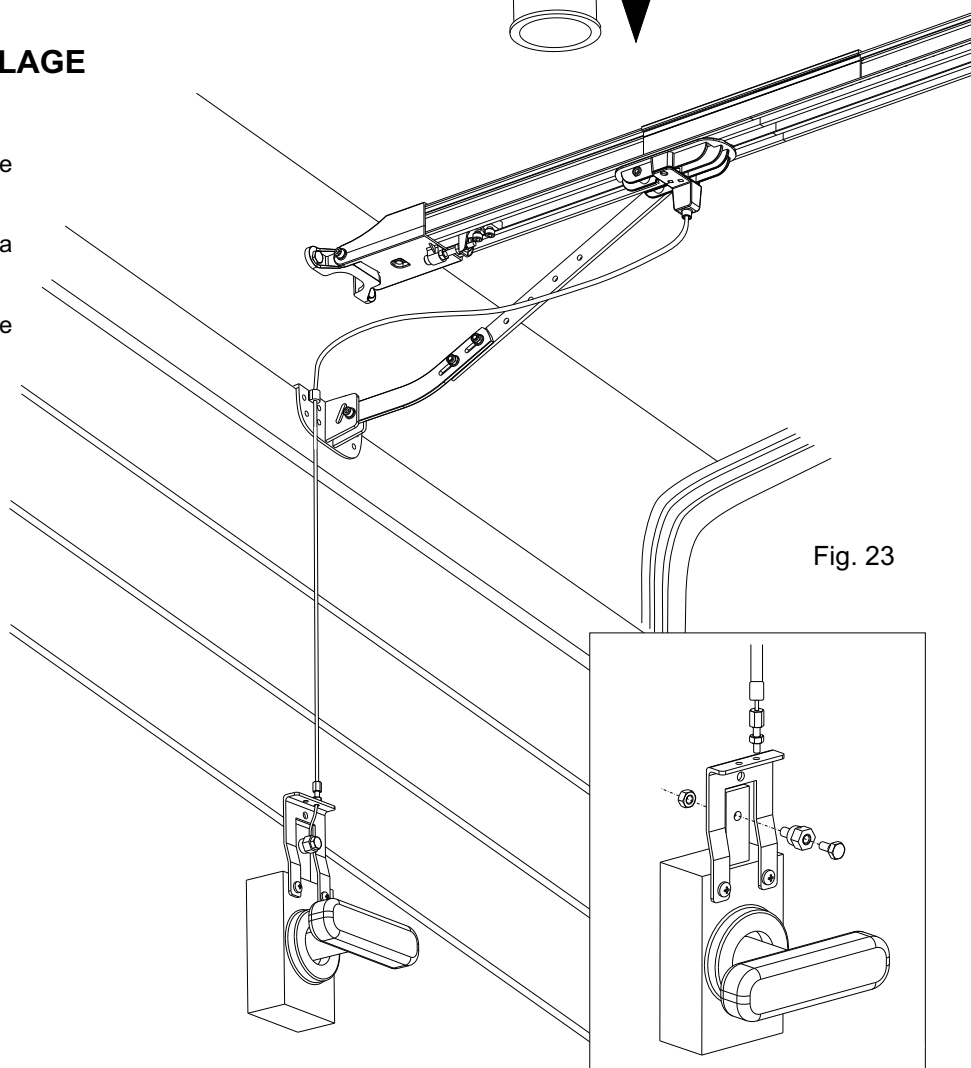

Fig. 23
- Tourner la poignée et ouvrir manuellement la porte (Fig. 23).